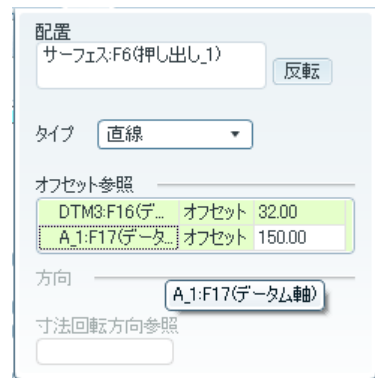

図 4-69 穴の配置参照ボックス
- ・ 次に共通ダッシュボードの「配置」をクリックすると配置参照ボックスが表示される。オフセット参照に Ctrl キーを押しながらモデルツリーから「デーダム面 DTM3」と「デーダム軸 A_1」を選択オフセット値にそれぞれ「32」と「120」を入力すると参照ボックスは図 4-69 となる。